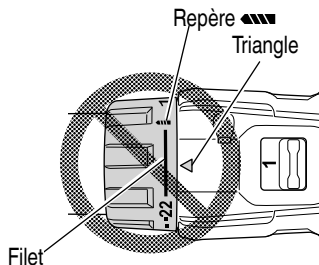

Fig. 13
- (1) En mode visseuse, alignez l'un des chiffres du sélecteur "1, 4, 7 ... 22" ou le point avec le repère triangulaire sur le corps.
- (2) En mode perceuse, alignez le symbole du foret "▲" sur le sélecteur de débrayage avec le repère triangulaire sur le corps.
- N'utilisez pas l'outil avec le sélecteur de débrayage positionné entre le chiffre "22" et la ligne au centre du symbole du foret "▲", vous risqueriez de l'endommager (Voir Fig. 13).